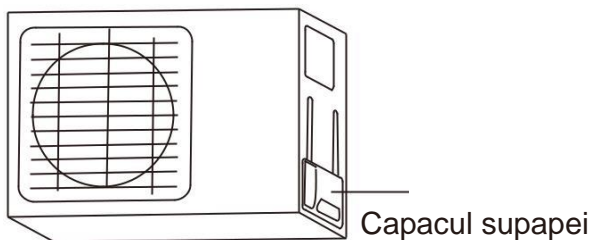

Fig. 6.9
1. Deșurubați capacul de la supapa ambalată pe partea laterală a unității exterioare. (Vezi fig. 6.9)